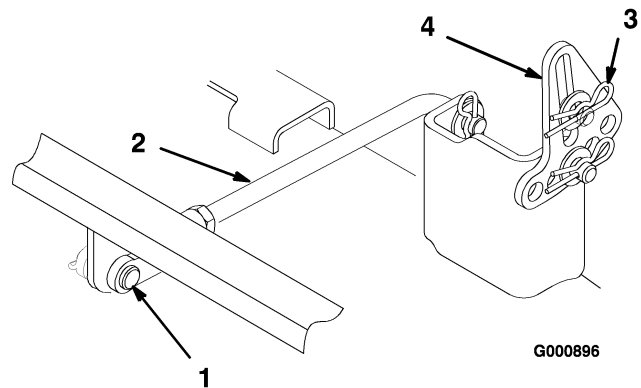

Figura 49
6. Retire el pasador y el pasador de seguridad del tirante trasero (Figura 49) de cada lado del cortacésped.
7. Retire el pasador y la arandela del soporte de nivelación del cortacésped (Figura 49) en cada lado del cortacésped. Observe en qué taladro está montado el soporte para instalaciones futuras. Retire los soportes del perno de montaje.
6. Conecte el tirante trasero al tractor con el pasador y el pasador de seguridad (Figura 49) en cada lado del cortacésped.
7. Deslice los soportes de nivelación sobre los pernos de montaje y fíjelos con las arandelas y los pasadores (Figura 49).